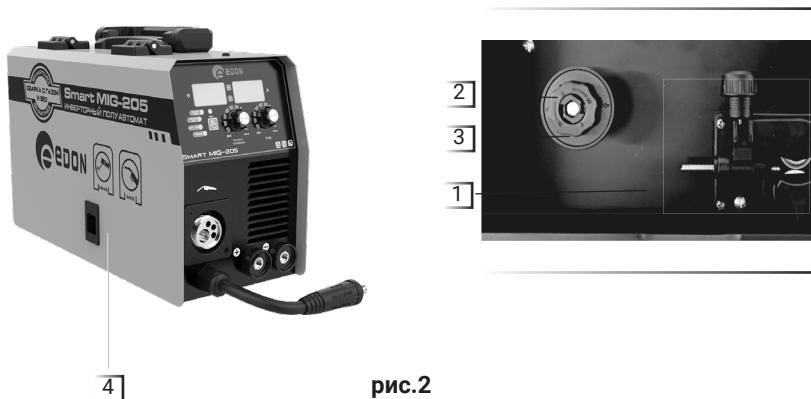
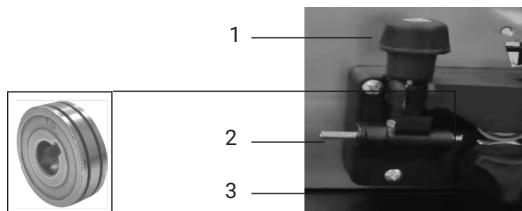

рис.2
рис.4
Сварочный инвертор выполнен в металлическом корпусе с вентиляционными отверстиями и снабжен вентилятором охлаждения для отведения излишнего тепла. На боковой панели расположен механизм подачи сварочной проволоки (рис.2 поз.1), шкив (рис.2 поз.2) и фиксатор шкива (рис.2 поз.3), скрытый под внешней крышкой (рис.2 поз.4) отсека подающего механизма.
12. Установите катушку с сварочной проволокой на шкиф (рис.2 поз. 2) так, чтобы при подаче проволоки катушка вращалась против часовой стрелки, для этого необходимо открутить фиксатор шкива (рис.2 поз.1), установить катушку и зафиксировать ее в обратной последовательности, после чего пропустите сварочную проволоку в механизм подачи (рис. 4):
- открутите фиксатор изменения усилия зажатия (рис.4 поз.1) и откройте прижимной механизм подачи проволоки, отведя его вверх;
- проверьте, чтобы размер канавки ролика на прижимном механизме соответствовал диаметру используемой сварочной проволоки, при необходимости поменяйте положение ролика, открутив фиксатор ролика (рис. 4 поз.3) против часовой стрелки;
- пропустите проволоку внутри направляющей трубы (рис.4 поз.2) и дальше в механизм подачи;
- опустите прижимной механизм и установите необходимое усилие прижима ролика поворотом фиксатора (рис.4 поз.1);